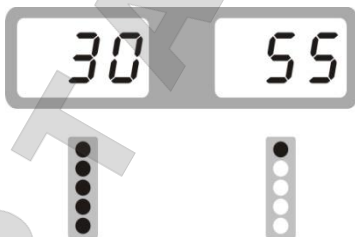

Рис.8
4.2.3 Проверните вручную колесо, пока индикаторы внутренней стороны не станут полностью активными, как показано на **Рис.8**. Прикрепите грузики при помощи автоматической линейки. [когда вы вытяните линейку, место крепления на дисплее отобразится верным значением "0"]